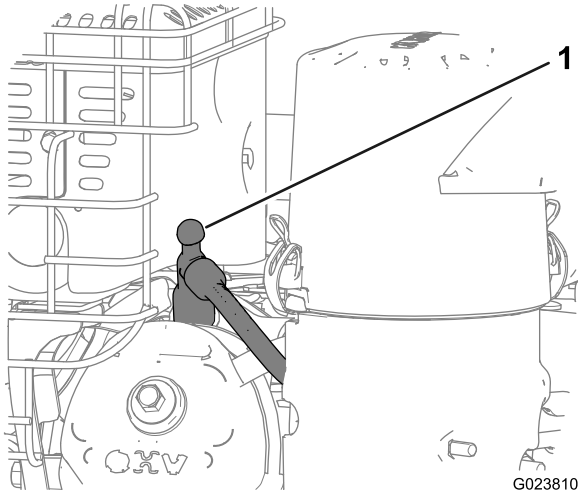

Figura 19
3. Scollegate il cappello dalla candela e tenetelo a distanza dalla candela stessa per evitare un avviamento accidentale (Figura 19).